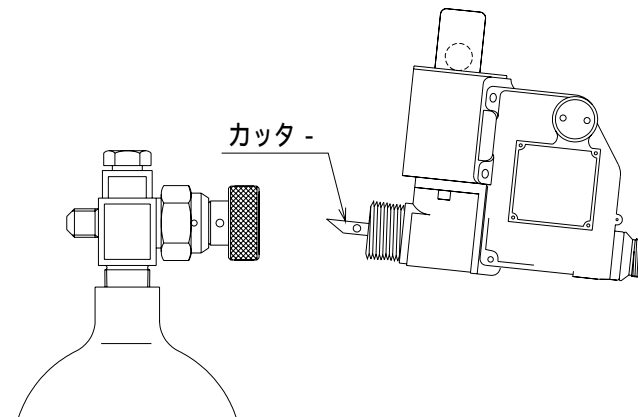

図6 本体の取付け
- (4) カッター - の先をいためないように注意しながら、カッターをシリンダ - エンドに挿入し、袋ナットと本体を手でしっかり締付ける。(図6参照)